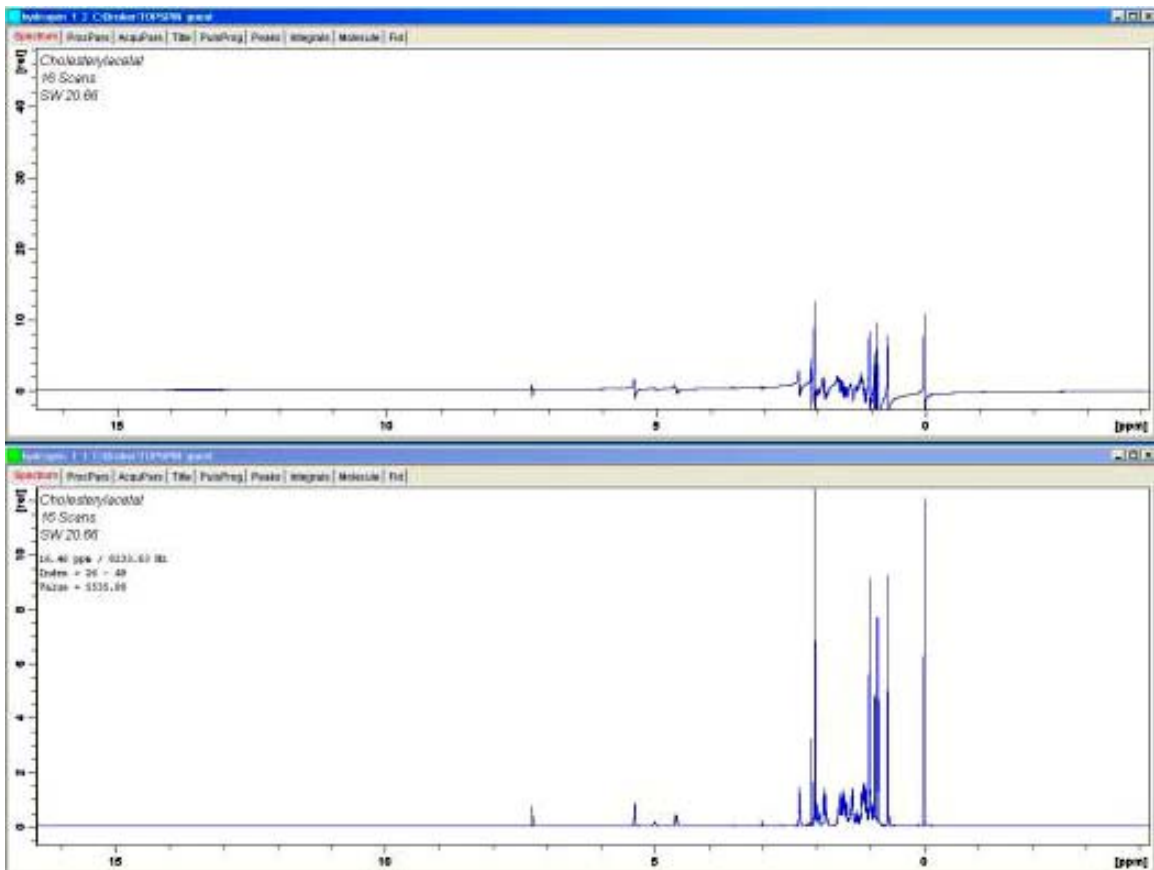

Abbildung 7.3: Beispiel eines Spektrums mit Phasenkorrektur (unten) und ohne Phasenkorrektur (oben)
3. Um wieder das ganze Spektrum auf den Bildschirm zu bekommen, klicken Sie auf den Skalierungsbutton, wie in Abbildung 7.3 Kapitel Fourier Transformation und Phasenkorrektur des Spektrums [83] gezeigt wird.